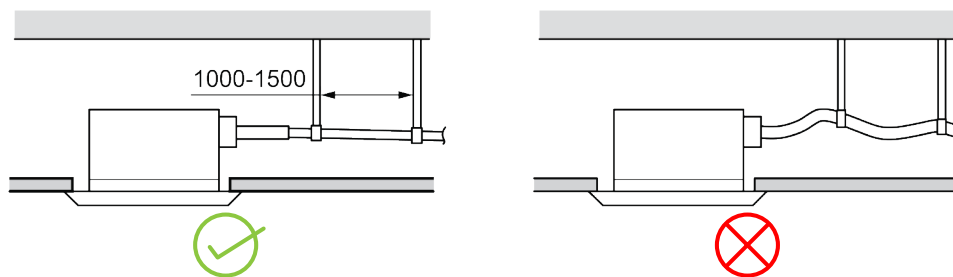

Fig.4.3.2.5
- 9 La hauteur d'installation du tuyau montant pour l'évacuation doit être inférieure à B. Le gradient du tuyau montant vers la direction d'évacuation doit être d'au moins 1 % ~ 2 %. Si le tuyau montant est vertical par rapport à l'unité, la hauteur d'installation doit être inférieure à C, comme indiqué sur la Fig.4.3.2.6.